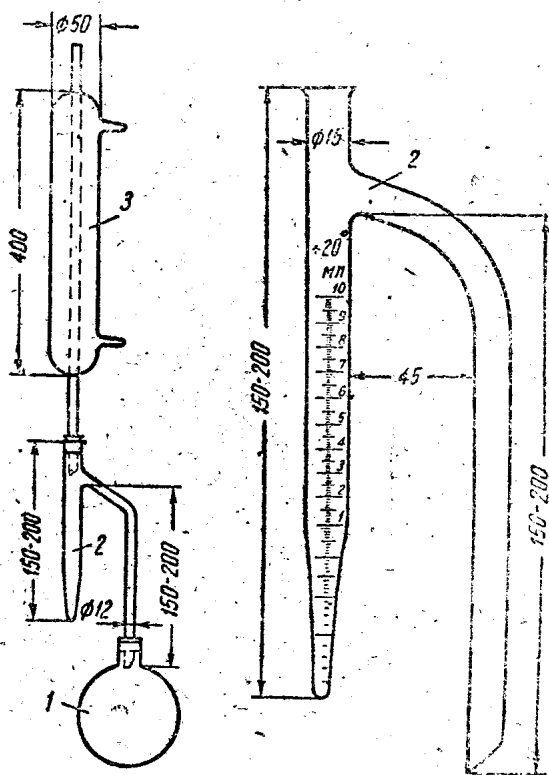

图4 水份测定器
1) 仪器: 水份测定器一套(如图4);
2) 装置如图4。